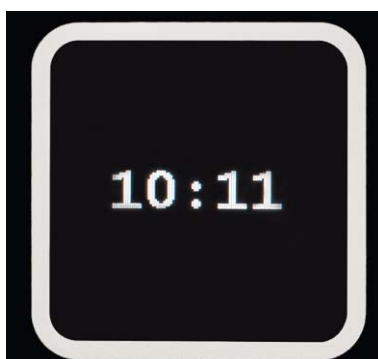

Bild 4: Alternativ zum gänzlich abgeschalteten Display kann man auch die Uhrzeit anzeigen lassen.
- **Uhrzeit:** Wählt man hier „Ein“ an, wird nach Ablauf der „Display Timeout“-Zeit das Display nicht komplett abgeschaltet, sondern die Uhrzeit angezeigt (Bild 4), ist jedoch ebenso nicht zu empfehlen.